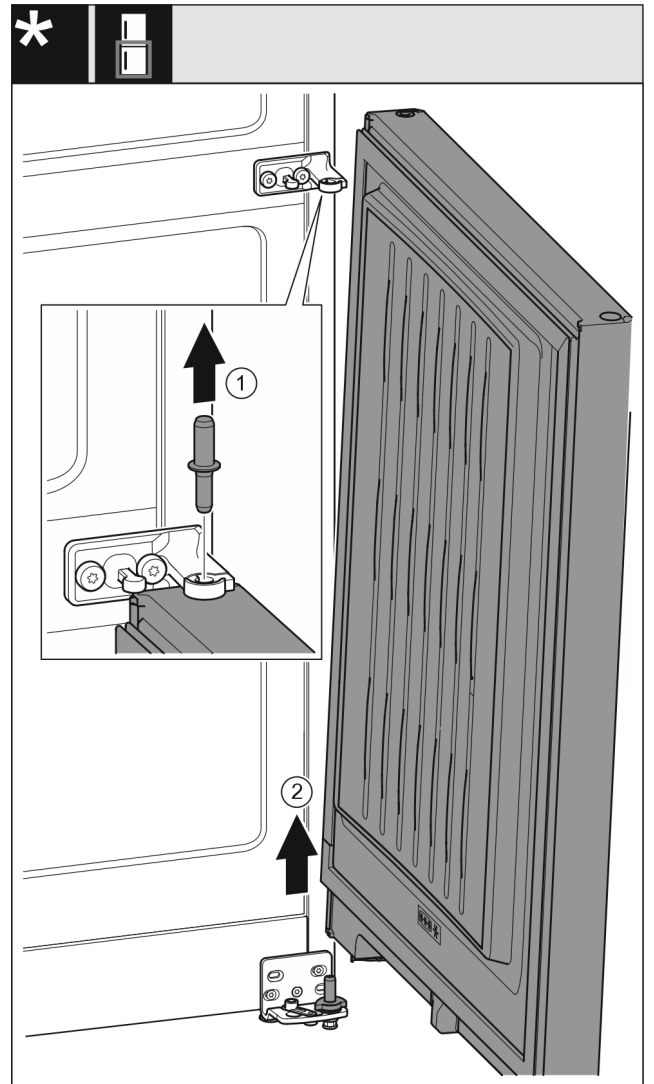

Fig. 10 Ilman sulkuvaimenninta
- Vedä pultti Fig. 10 (1) ylöspäin ulos.
- Käännä ovi Fig. 10 (2) ulos, vedä ylöspäin ja aseta sivuun.